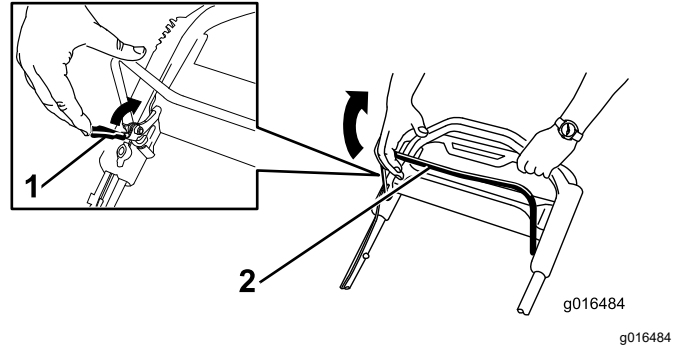

Figura 20
1. Tire hacia atrás del seguro de la barra de control de las cuchillas hasta que llegue a la barra de control de las cuchillas (Figura 20).
2. Tire hacia atrás **lentamente** de la barra de control de las cuchillas hasta que llegue al manillar (Figura 20).